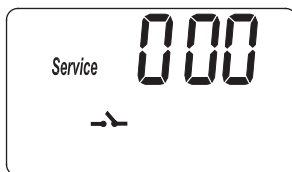
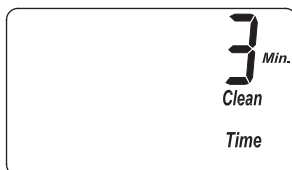
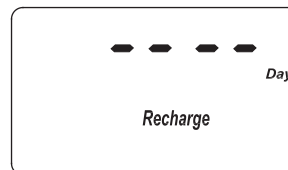

FIG. 32
FIG. 33
FIG. 34
1. Mantenga oprimido el botón PROGRAM (Programar) hasta que aparezca la pantalla que se indica en la Fig. 32. Cuando ello ocurra, oprima tres veces el botón PROGRAM (Programar) y aparecerá la pantalla que se indica en la Fig. 33.
1. Mantenga oprimido el botón PROGRAM (Programar) hasta que aparezca la pantalla que se indica en la Fig. 32. Cuando ello ocurra, oprima cuatro veces el botón PROGRAM (Programar) y aparecerá la pantalla que se indica en la Fig. 34.
1. Mantenga oprimido el botón PROGRAM (Programar) hasta que aparezca la pantalla que se indica en la Fig. 32. Cuando ello ocurra, oprima cinco veces el botón PROGRAM (Programar) y aparecerá una de las dos pantallas que se indican en la Fig. 35.